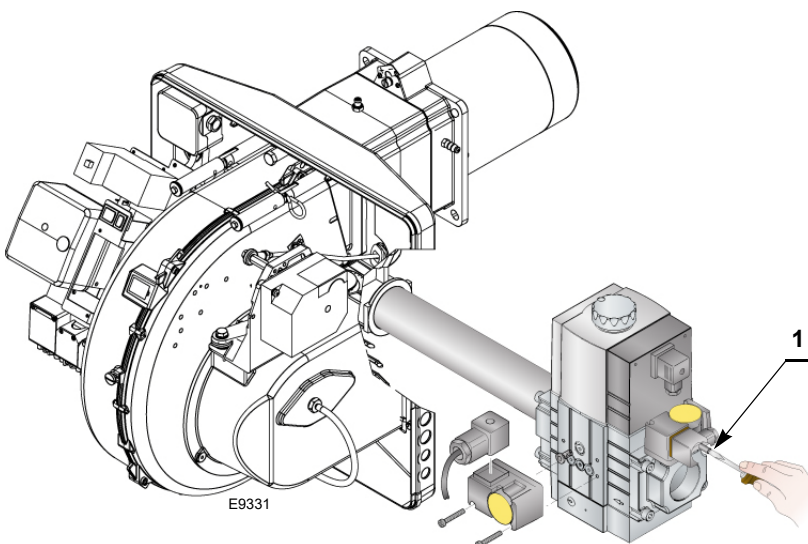

Fig. 25
- Controllare la pressione di alimentazione del gas collegando un manometro sulla presa di pressione 1 (Fig. 25) del pressostato gas di minima: deve essere inferiore alla pressione massima consentita della rampa gas, riportata nella targhetta delle caratteristiche.
- Sfiatare l'aria dalla tubazione della rampa gas, collegando un tubo in plastica sulla presa di pressione 1 (Fig. 25) del pressostato gas di minima. Portare all'esterno dell'edificio il tubo di sfiato, fino ad avvertire l'odore del gas.